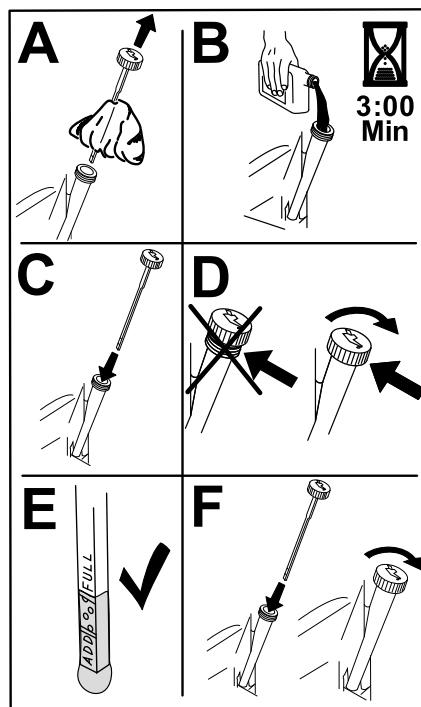

Figura 49
- Vierta lentamente un 80% aproximadamente del aceite especificado por el tubo de llenado, luego añada lentamente el resto del aceite hasta que llegue a la marca Lleno (Figura 49).